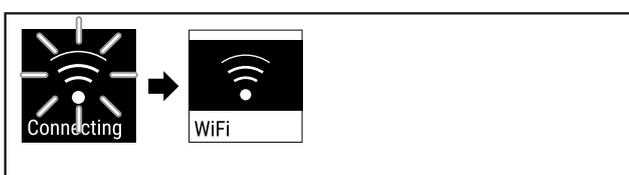

Fig. 75
- ▶ Verbindung wird hergestellt (siehe Fig. 75).